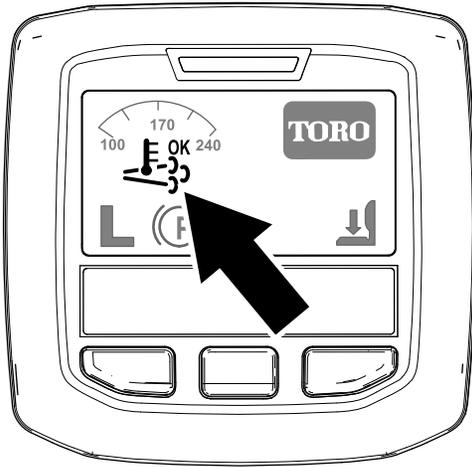

Bild 29
- Das Symbol für die unterstützte bzw. Zurücksetzen-Regenerierung im InfoCenter angezeigt (Bild 29).